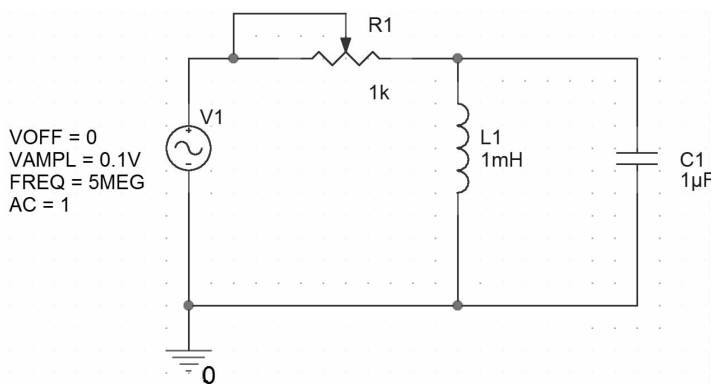

图 3-31 仿真电路图
5. 原理图的具体绘制方法已经在 Capture 中详细讲解，这里不再赘述。图 3-31 为绘制完成的仿真电路。